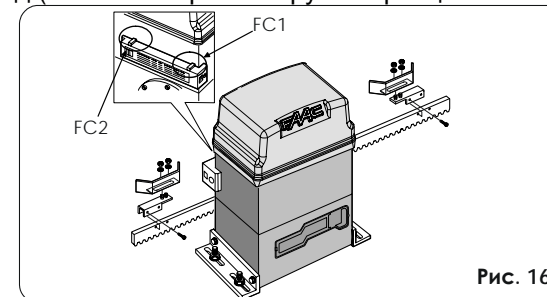

Рис. 16
4. Переместите пластину концевой выключателя на открытие в направлении открытия ворот до тех пор, пока геркон не перейдет в режим OFF (рис. 16). Об этом можно узнать, посмотрев на соответствующий светодиод на плате управления (описание светодиодов смотри в главе «Проверка
6. Переместите пластину концевого выключателя на закрытие в направлении закрытия ворот до тех пор, пока геркон не перейдет в режим OFF (рис. 16). Об этом можно узнать, посмотрев на соответствующий светодиод на плате управления (описание светодиодов смотри в главе «Проверка параметров работы системы»). Далее, сдвиньте пластину в том же направлении еще на 45 мм и закрепите ее на рейке.
9. Расстояние от концевого выключателя до пластины концевого выключателя должно быть не менее 5 мм (рис. 16).